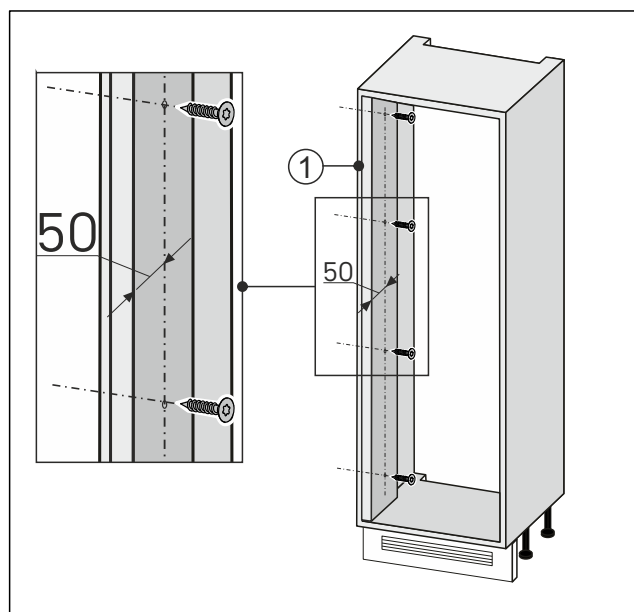

Fig. 90
- Skruva fast väggtjämnings på dörröppningssidan Fig. 90 (1) mot möbelsnichen.